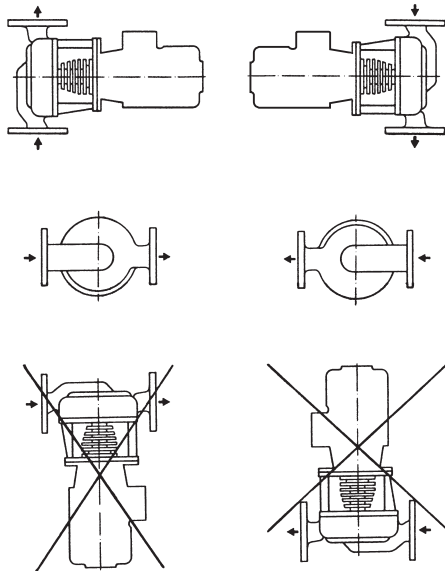

Рис. 7: Допустимые варианты монтажа
- Допускается любой вариант монтажа, кроме «двигателем вниз» (см. варианты монтажа на рис. 7).